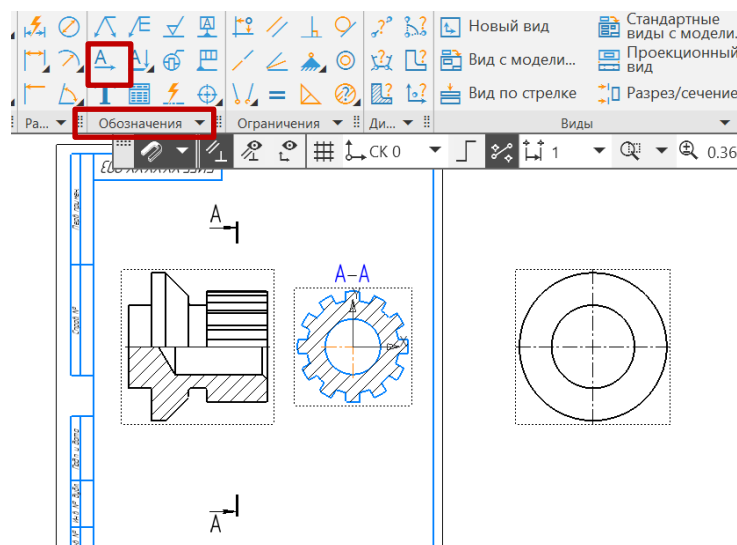

Рис. 13 Команда «Линия разреза/сечения»
- Черчение – Обозначения – Линия разреза/сечения. Для выполнения профильного разреза *A-A* задают положение секущей плоскости на главном изображении. Назначить параметры текста для обозначения разреза (шрифт *GOST* type *B*, размер 7 мм, курсив) (рис. 13).